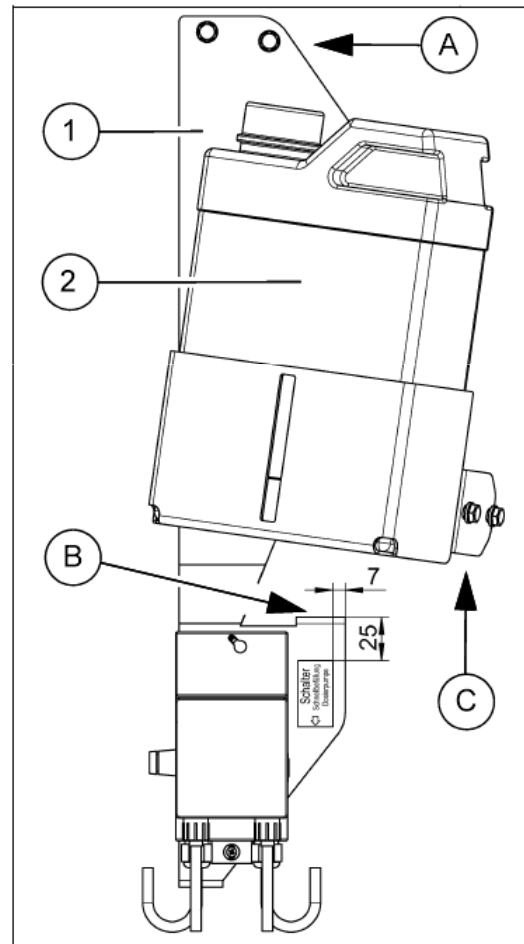

Fig. 2
1. Positionner le support (Fig. 2/1) sur la cuve d'eau fraîche en position (A) avec des vis hex et des rondelles
2. Si nécessaire, enlever le support de vanne manuelle et l'assembler également en position (A).
3. Positionner le support (Fig. 2/1) sur la cuve d'eau fraîche en position (B) avec le boulon et la rondelle disponibles.
5. Placer le réservoir (Fig. 2/2)